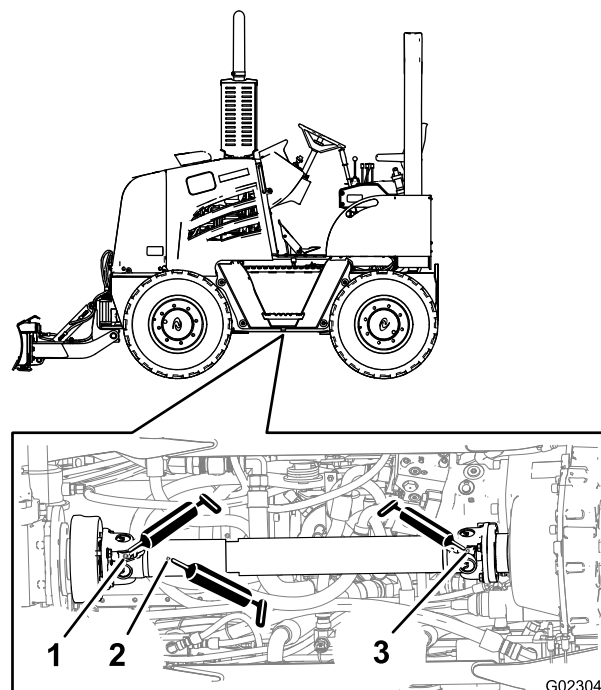

Figure 33
2. Connectez le pistolet à graisse sur le graisseur de l'embrayage à cran à l'extrémité avant de l'arbre de transmission et pompez la poignée du pistolet 2 ou 3 fois sur le graisseur (Figure 33).